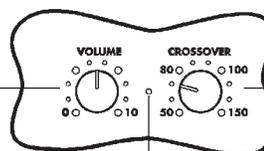

Figure 1
- A. Contrôle du niveau de sortie du caisson (voir figure 1)
- B. Voyant témoin « En fonction » (voir figure 1)
- D. Contrôle de la fréquence de coupure du caisson (voir figure 1)